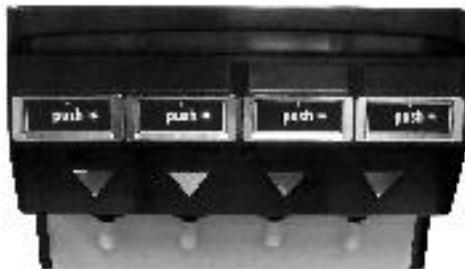

Figura 4. Botões Dispensadores
2. Feche a porta. Pressione e segure o botão dispensador (Figura 4) até que água limpa saia pelo bico dispensador.